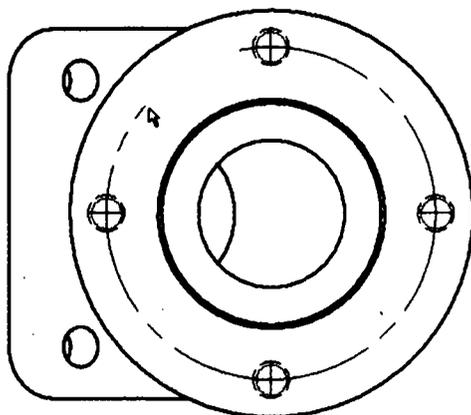

Рис. 2.17. Когда вы выделите маркеры центров для резьбовых отверстий, появится предпросмотр осевой линии
4. Начните выделять с отверстия на 12 часов на круглой плоскости. Затем щелкните на отверстия на 3, 6 и 9 часов, как показано на рис. 2.17.